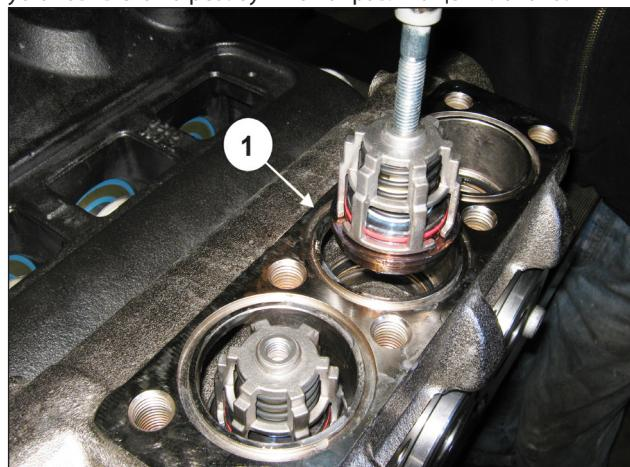

Рис. 102
Извлеките блок нагнетательного клапана с помощью съемника с ударной массой (арт. 27516400), вставив его в отверстие M10 направляющей клапана (поз. ①, Рис. 102), или, в дополнение, переходника M10-M16 (арт. 25089700), установив его на резьбу M16 направляющей клапана.